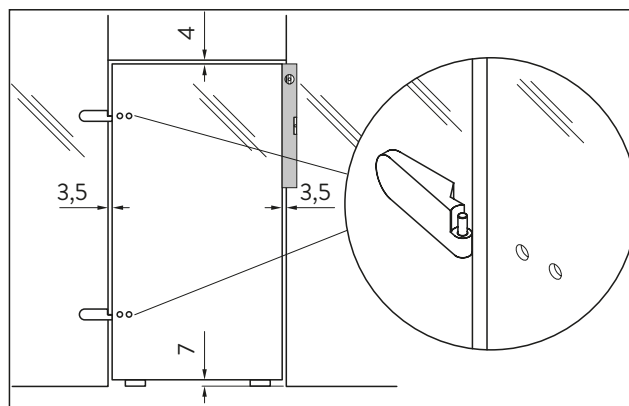

Abb. 5 Spaltmaße
3. Glastürflügel lotrecht ausrichten. Die Spaltmaße beachten. (Abb. 5).